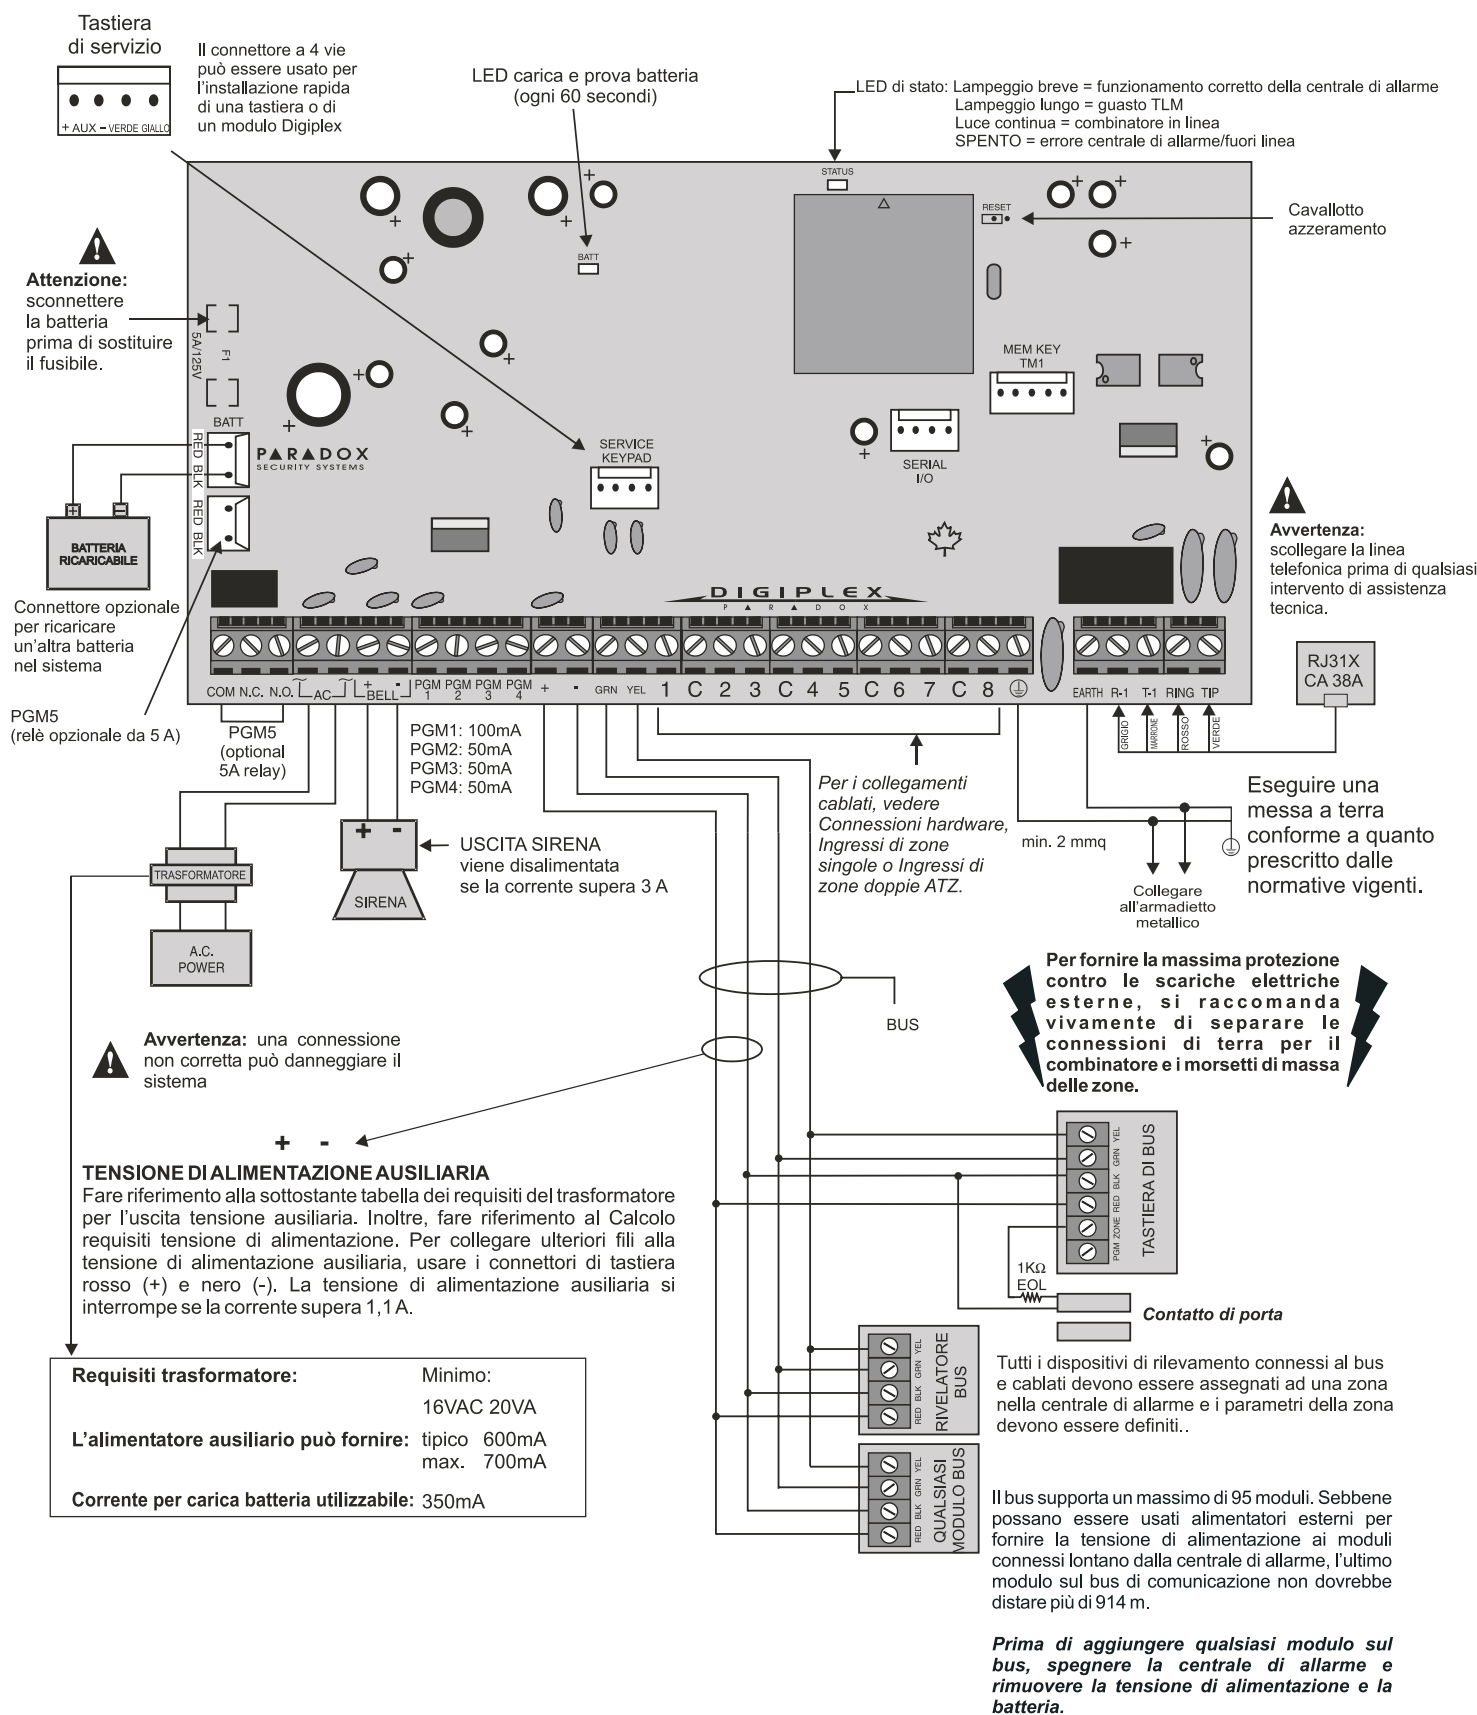

Figura 2-3: Disposizione componenti sulla scheda della centrale di allarme Digiplex
Per la massima protezione contro le scariche elettriche esterne, usare masse di terra separate per mettere a terra le masse delle zone e quella del combinatore, come illustrato in Figura 2-3 a pagina 9.
Usare un trasformatore da 16,5 V (50/60 Hz) con una potenza minima di 20 VA per fornire la corrente sufficiente. Per potenze superiori si può usare un trasformatore da 40 VA. Non usare alcuna presa di corrente comandata da interruttore per alimentare il trasformatore. Collegare il trasformatore come illustrato in Figura 2-3 a pagina 9.
Per fornire corrente durante una mancanza della tensione di rete, connettere una batteria ricaricabile ermetica al piombo o elemento gel da 12 V, 7 Ah come illustrato in Figura 2-3 a pagina 9. Connettere la batteria di riserva dopo aver applicato la tensione di rete. All'installazione verificare l'esattezza della polarità, poiché la polarità invertita provoca l'interruzione del fusibile della batteria. Per le informazioni su come impostare la corrente di carica della batteria a 350 mA o a 700 mA, fare riferimento al paragrafo 1.13 di questo manuale.
A. La tensione ausiliaria si ripristina dopo rimossa la condizione di sovraccarico. Per i particolari sulla disponibilità di corrente d'uscita, fare riferimento alla Figura 2-3 a pagina 9. Per ulteriori informazioni su come calcolare il consumo di corrente del sistema, fare riferimento a *Calcolo requisiti tensione di alimentazione* a pagina 10.
Il bus di comunicazione a 4 fili fornisce la tensione di alimentazione e permette il colloquio bidirezionale tra la centrale di allarme e tutti i moduli connessi ad esso. Tutti i rivelatori, tutte le tastiere e tutti i moduli Digiplex sono connessi al bus; questo può supportare fino a 95 moduli. Connettere i quattro morsetti indicati con RED (ROSSO), BLK (NERO), GRN (VERDE) e YEL (GIALLO) di ogni rivelatore, tastiera, o modulo ai morsetti corrispondenti della centrale di allarme come illustrato in Figura 2-3 a pagina 9. Notare che tutti i moduli di bus possono essere connessi a stella o in cascata. L'ultimo dispositivo sul bus di comunicazione non deve distare più di 914 m dalla centrale di allarme. Per le informazioni su come assegnare un dispositivo ad una zona nella centrale di allarme, fare riferimento a *Programmazione zone* a pagina 17.
Un dispositivo connesso al morsetto d'ingresso della tastiera deve essere assegnato ad una zona nella centrale di allarme e i parametri della zona devono essere definiti (vedere *Programmazione zone* a pagina 17). La tastiera comunicherà lo stato della zona alla centrale di allarme tramite il bus di comunicazione. Il dispositivo di rilevamento è connesso come illustrato in Figura 2-3 a pagina 9.